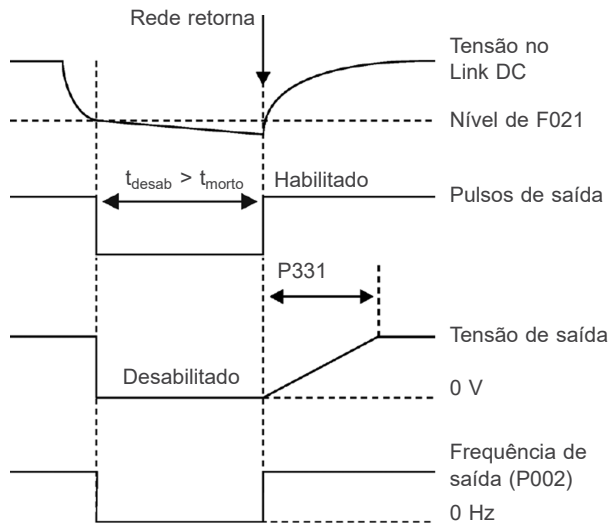

Figura 8.7: Atuação da função Ride-Through
- **Função Ride-Through (RT):** A função Ride-Through irá desabilitar os pulsos de saída (IGBT) do inversor assim que a tensão de alimentação atingir um valor abaixo do valor de subtensão. Não ocorre falha devido à subtensão (F021) e a tensão no Link DC cairá lentamente até que a tensão da rede retorne. Caso a tensão da rede demore muito a retornar (mais de 2 segundos), o inversor pode indicar F021 (subtensão no Link DC). Se a tensão da rede retornar antes, o inversor voltará a habilitar os pulsos, impondo a referência de frequência instantaneamente (como na função Flying Start) e fazendo uma rampa de tensão com tempo definido pelo parâmetro P331. Consulte a Figura 8.7 na página 8-11.